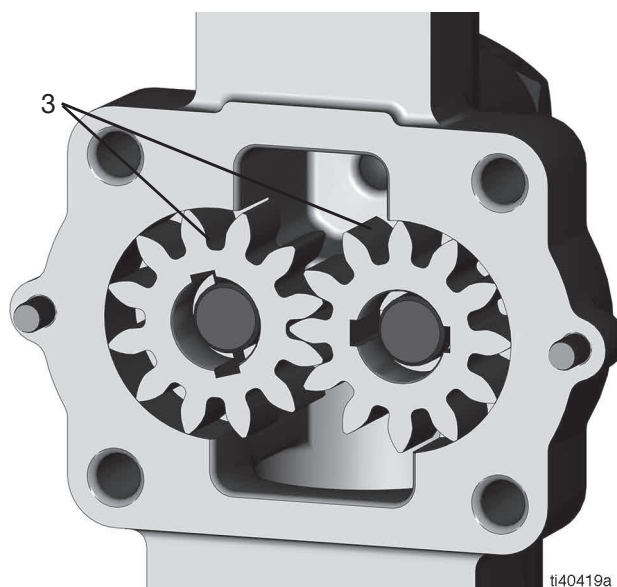

FIG. 10
10. Retire los dos engranajes de la bomba (3) (FIG. 10).
11. Inspeccione la cavidad de la bomba y los engranajes de la bomba (3) en busca de daños o desgaste excesivo. Si hay daños o desgaste, sustituya el conjunto del alojamiento de la bomba. Si no hay ninguno de los dos, limpie la cavidad de la bomba y los engranajes (3) (FIG. 10).
1. Coloque los engranajes de la bomba (3) en la cavidad de esta, asegurándose de que giren libremente (consulte la FIG. 10).